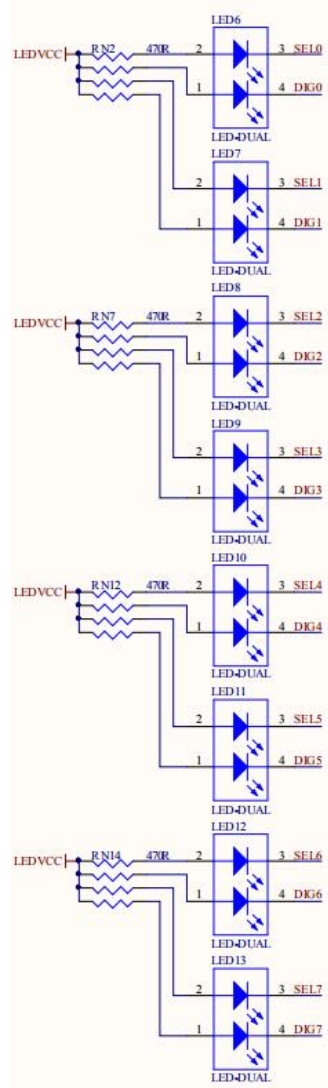

图 2-22 双色LED发光管
⑫、8组双色LED发光管
开发板提供了8组双色LED发光二极管。每个发光管是双色，分别是红色和绿色，也就是8组相当于16个LED,要锁定16个IO脚,8组LED发光管原理图如图 2-22,当FPGA的引脚输出逻辑为“0”时,LED熄灭。输出逻辑为“1”时,LED被点亮。16个引脚和数码管复用(请看⑪)。